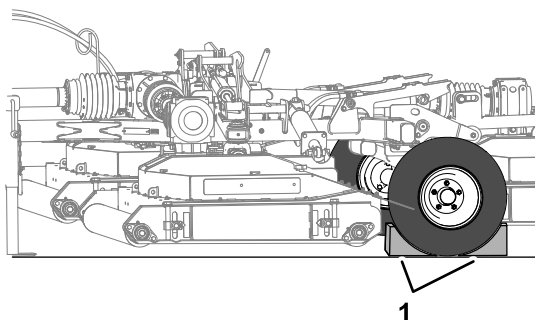

Figure 24
7. Calez les deux roues de la tondeuse (Figure 24).